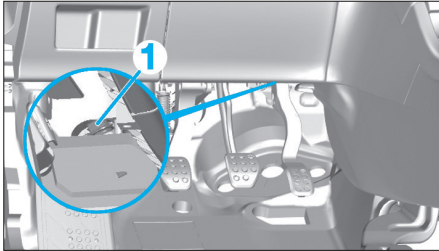

Fig. 37
- Tourner la sonde d'air soufflé (1) de 1/4 de tour sur la gauche pour la dégrafer de son support (Fig.37).
- Déposer la sonde d'air soufflé (1).